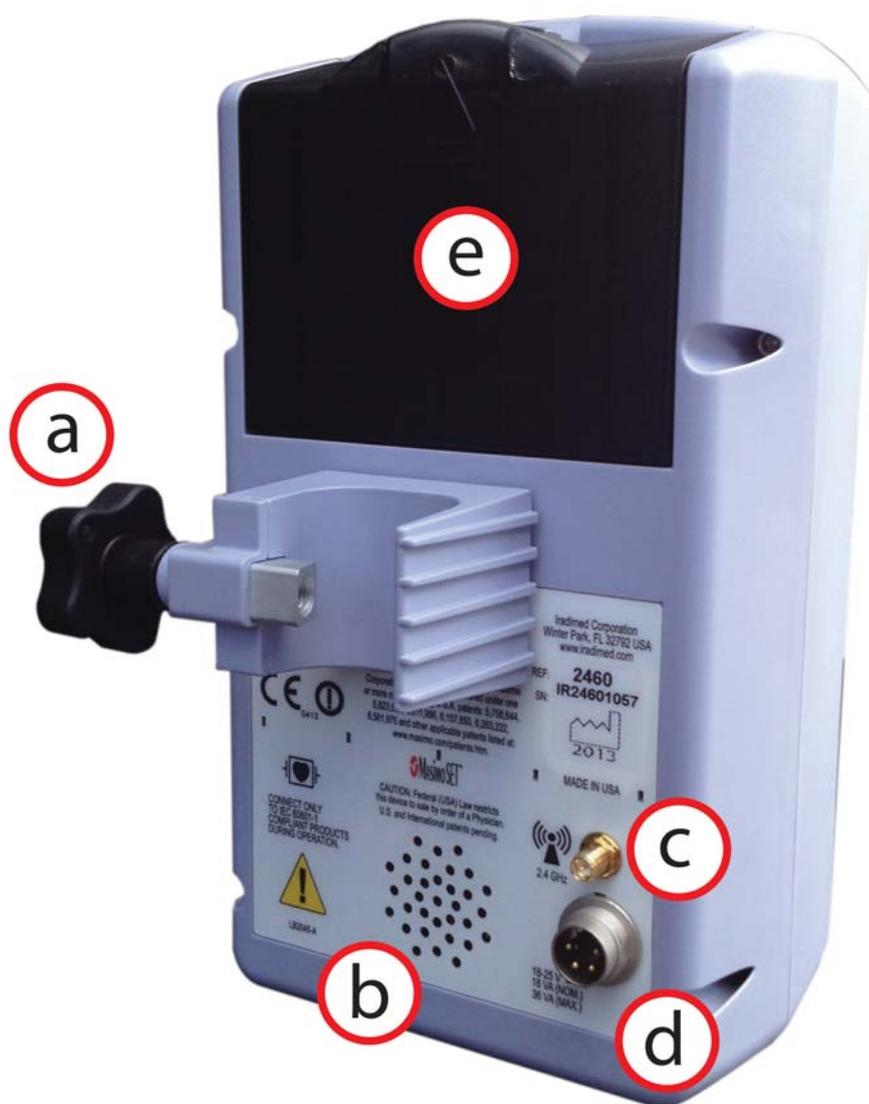

Figura 1-2. Retro del Pulsossimetro 2460.
1.11.2 Retro del Pulsossimetro. Vedere la figura 1-2 per la posizione dei componenti principali del retro del Pulsossimetro.